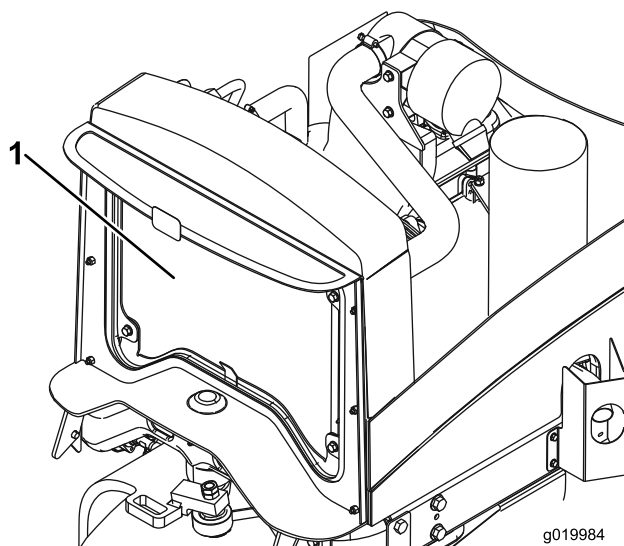

Figura 57
2. Pulite accuratamente entrambi i lati dell'area del radiatore/radiatore dell'olio utilizzando aria compressa (Figura 57).